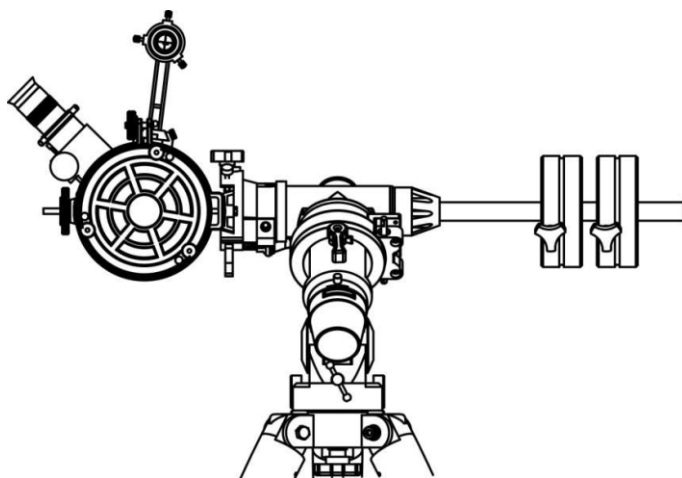

Рис. 15
2. Приведите телескоп в положение, показанное на рис. 15.